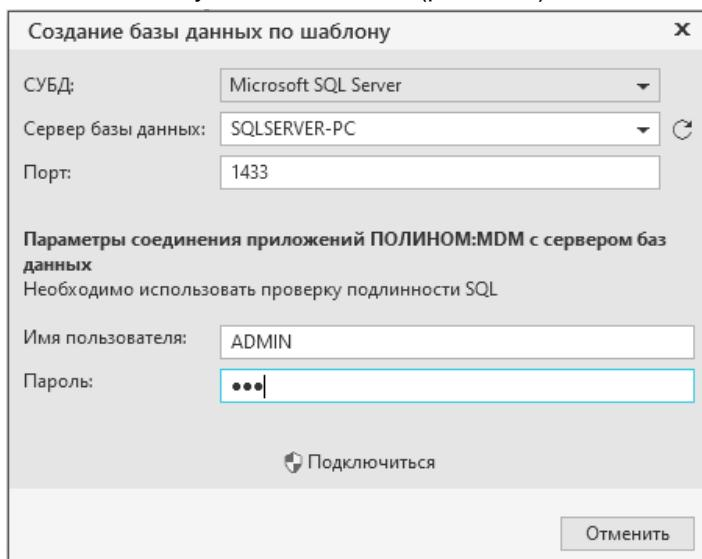

Рис. 4.40
5. Нажмите кнопку **Подключиться** (рис. 4.40).